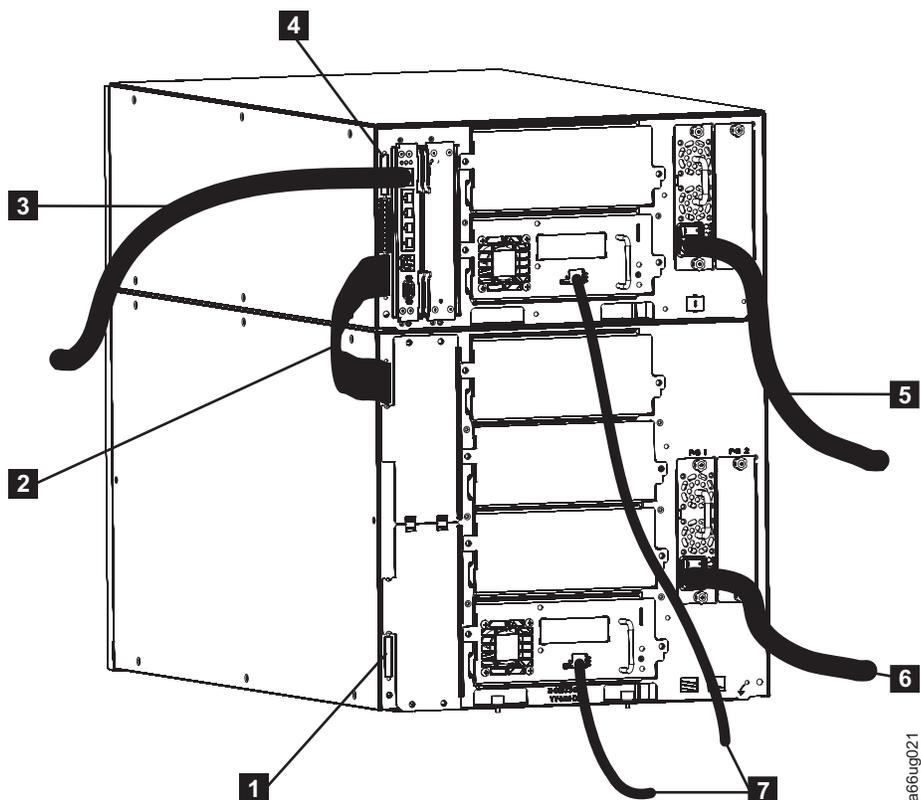

Рисунок 3-17. Подключение библиотеки 14U с накопителями fibre
1. Подключите терминатор соединения модулей к верхнему разъему верхнего модуля библиотеки (**4** на рис. 3-17).
2. Подключите один конец кабеля для соединений модуль-модуль (**2** на рис. 3-17) к нижнему разъему верхнего модуля библиотеки, а второй конец - к верхнему разъему нижнего модуля.
3. Подключите терминатор соединения модулей к нижнему разъему нижнего модуля библиотеки (**1** на рис. 3-17).
4. Подключите один конец кабеля Ethernet (**3** на рис. 3-17) к порту Ethernet платы управления библиотеки, а затем подключите другой конец кабеля к сети.
5. Подключите один конец кабеля fibre ( **7** на рис. 3-17 на стр. 3-19) к накопителю fibre библиотеки, а затем подключите другой конец кабеля к сети. Повторите это действие для всех накопителей fibre библиотеки.
6. Вставьте один конец кабеля питания ( **5** и **6** на рис. 3-17 на стр. 3-19) в розетку блока питания библиотеки, затем подключите второй конец кабеля к источнику питания. Повторите это действие для всех блоков питания библиотеки.
- Подключите один конец кабеля fibre ( **7** на рис. 3-17 на стр. 3-19) к накопителю fibre библиотеки, а затем подключите другой конец кабеля к сети. Повторите это действие для всех накопителей fibre библиотеки.